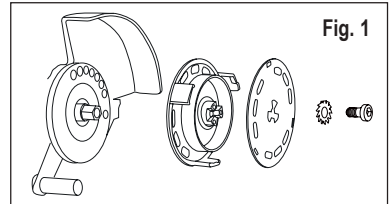
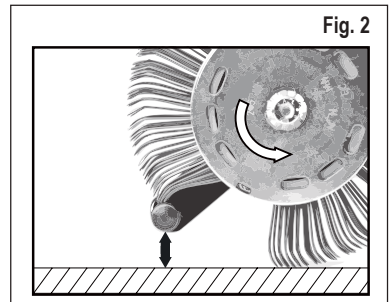

Fig. 1
Fig. 2
3. Desconecte la alimentación de aire comprimido y sujete correctamente la cinta Die Blaster® de 11 mm con el correspondiente sistema receptor **AS-012** (controle la dirección de marcha) y la arandela de frenado dentellado prevista para ello y el tornillo de la herramienta. Véase Fig. 1 y Fig. 2
- ¿Utiliza una cinta en la dirección de funcionamiento errónea? – Alinee la cinta de escobillas de forma que funcione en la dirección prescrita (véase el capítulo 6, Puesta en funcionamiento, fig. 2).